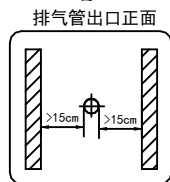

图4.7
(5) 排气管出口必须设置在室外。热水器使用时，排气管出口可能有冷凝水滴落，安装时应注意不要影响他人。排气管出口距周围物体的间距如图4.7、4.8所示。
(6) 为便于维修，烟道和墙孔之间不宜用水泥类材料填充。